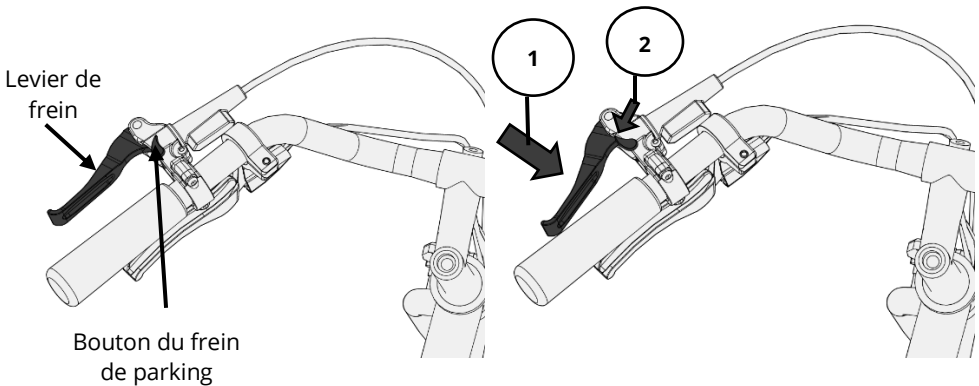

Figure 54 – Utilisation du frein de parking
Les freins sont équipés d'un système permettant de les bloquer complètement lors de l'arrêt de l'AddBike+. Lorsque le frein parking est désactivé (position normale), le bouton est à droite. Les freins de l'AddBike+ ne sont donc pas bloqués et vous pouvez utiliser votre vélo normalement (Cf. figure 54).
- Actionnez le levier de frein à fond (Cf. figure 54 à gauche) ;
- Décalez le bouton vers la gauche sans relâcher le levier de frein (Cf. figure 54 à droite) ;